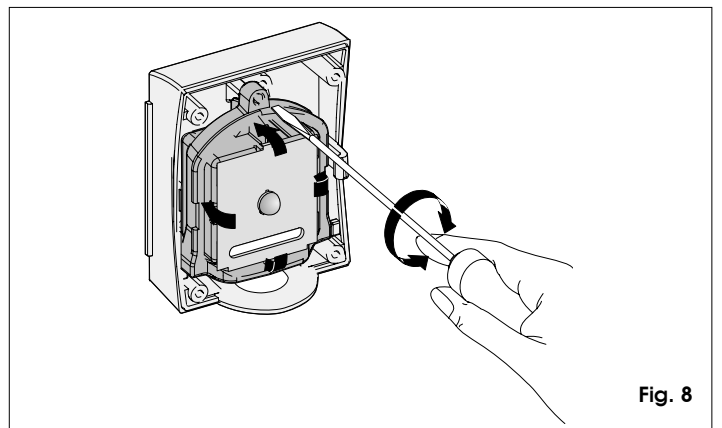

Fig. 8
- g) Après avoir effectué l'alignement, serrez la vis de fixation (fig. 8).
- g) Realizado el alineamiento, apretar el tornillo de sujeción (fig. 8).
- g) Nach der Fluchtung die Befestigungsschrauben (Abb. 8) festziehen.